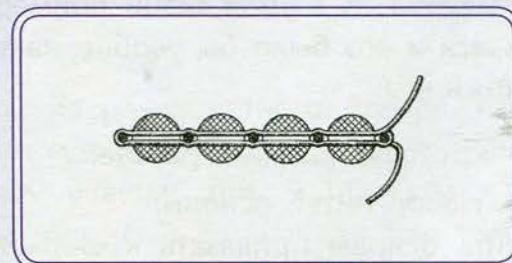

Рис. 20
- иглу пропустите справа налево (слева направо) поверх основы через каждую бисеринку (рис. 20);